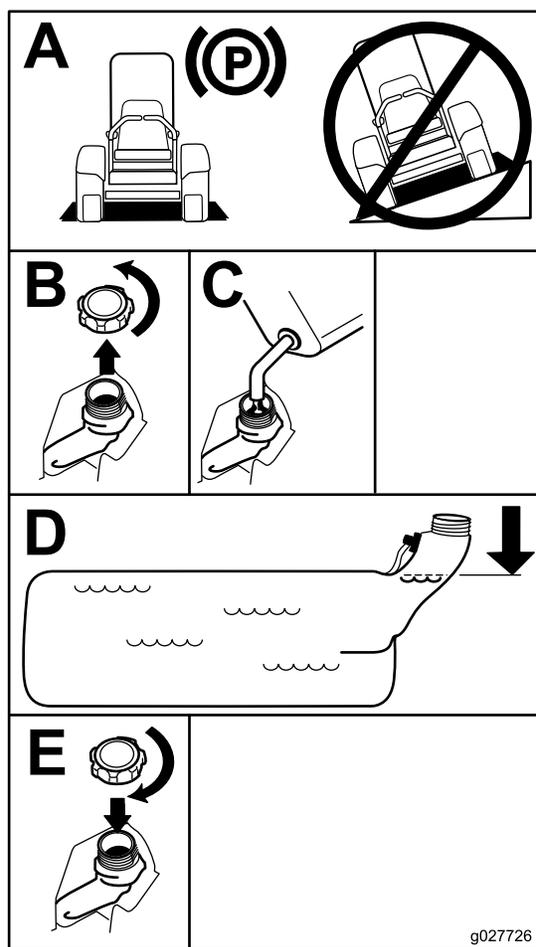

Figura 7
4. Llène el depósito de combustible hasta la parte inferior del cuello de llenado (Figura 7).